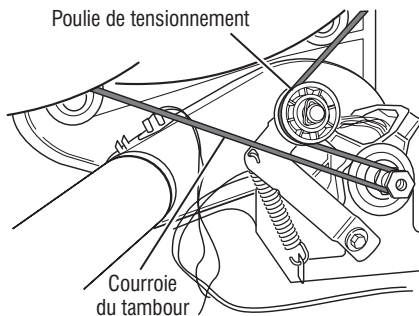

Figure 7 - Retirer la courroie du tambour lentement.
7. Vérifier le moteur d'entraînement et le contacteur du tensionneur de courroie (sècheuse à gaz seulement). Séparer lentement la courroie du tambour de la poulie de tensionnement chargée par ressort, en laissant la poulie descendre doucement. Voir figure 7.